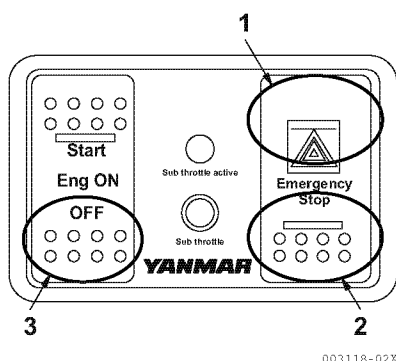

Figura 6
3. Premere OFF (parte inferiore) del pulsante Eng ON (3, **Figura 6**). Il motore si arresta normalmente entro 2 - 7 secondi. Lo spegnimento regolare del motore richiede questo tempo perché il sistema di controllo si regola sulla posizione migliore relativa all'anticipo di iniezione per il prossimo avviamento.
Premere la parte superiore dell'interruttore di emergenza (1, **Figura 6**) sulla destra del quadro e il motore verrà fermato immediatamente, senza il ritardo dovuto in caso di spegnimento normale. Dopo lo spegnimento, premere la parte inferiore dell'interruttore di emergenza (2, **Figura 6**) per farlo tornare alla posizione iniziale.
Usare questo interruttore soltanto in caso di emergenza. In condizioni normali usare gli interruttori OFF, Eng ON, Start (3, **Figura 6**) per arrestare il motore.